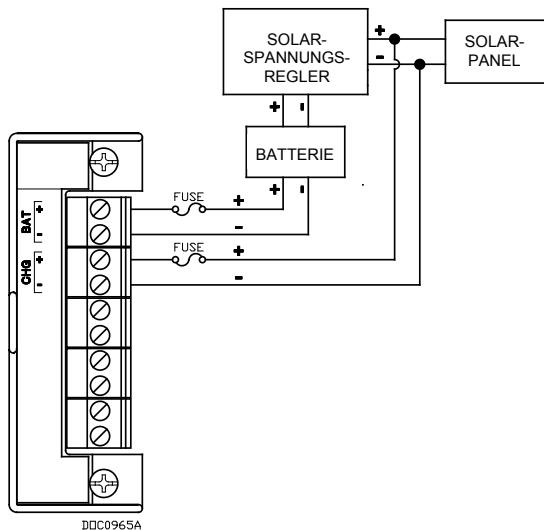

Abbildung 6. 12-V-Gleichspannungsversorgung und CHG+/CHG- Verkabelung
- Wenn eine externe Ladespannung (nur 12-VDC-Spannungsversorgungsmodul) überwacht werden soll, die Klemmen CHG+ und CHG- des Anschlussklemmenblocks verkabeln. Siehe Abbildung 6.